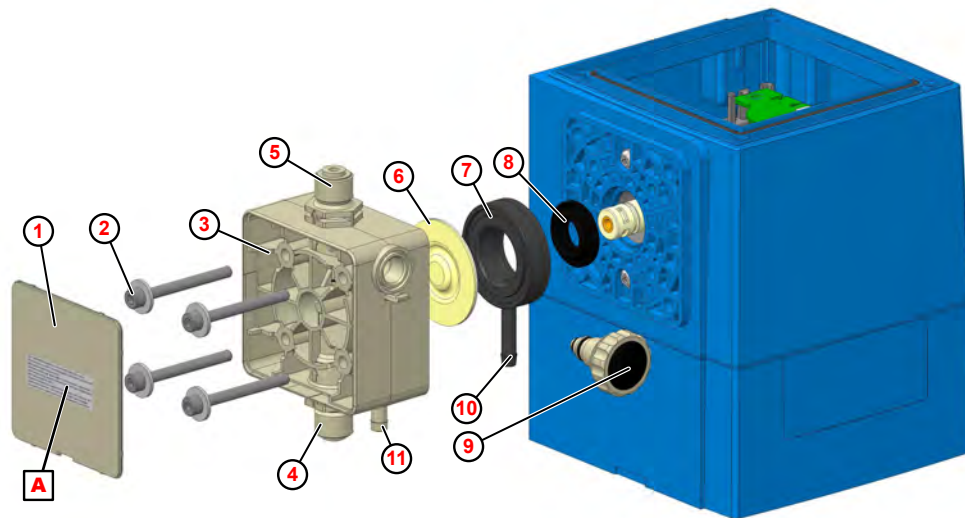

Abb. 23: Austausch von Pumpenkopf, Membrane und Schutzmembrane
1. Saug- und Druckventil (Abb. 23 , ④ und ⑤) abschrauben.
2. Entlüftungsschraube ⑨ herausschrauben (nur bei Pumpenkopfwechsel).
3. Abdeckplatte ① am Dosierkopf entfernen.
4. Pumpenkopfschrauben ② lösen und herausnehmen.
5. Pumpenkopf ③ abnehmen.
6. Membrane ⑥ abschrauben.
7. Zwischenplatte ⑦ rausnehmen.
8. Schutzmembrane ⑧ vom Stößel abziehen.
10. Zwischenplatte so einlegen, dass Membranbruchauslauf ⑩ nach unten zeigt.